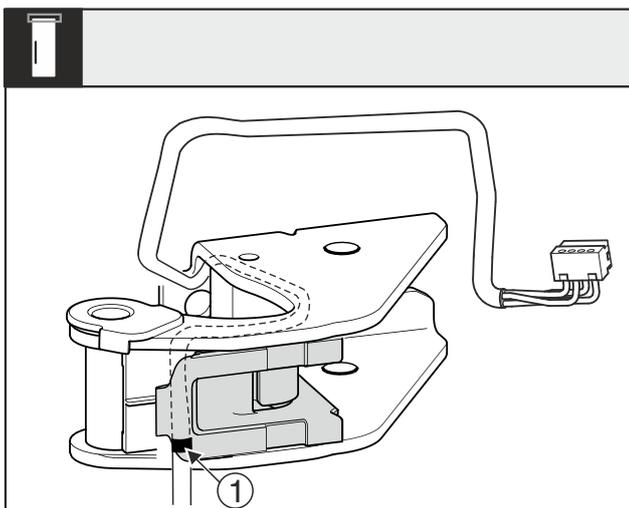

Fig. 28
- ▷ In questo modo la marcatura centrale Fig. 28 (1) dovrebbe trovarsi sul bordo del supporto del cavo.